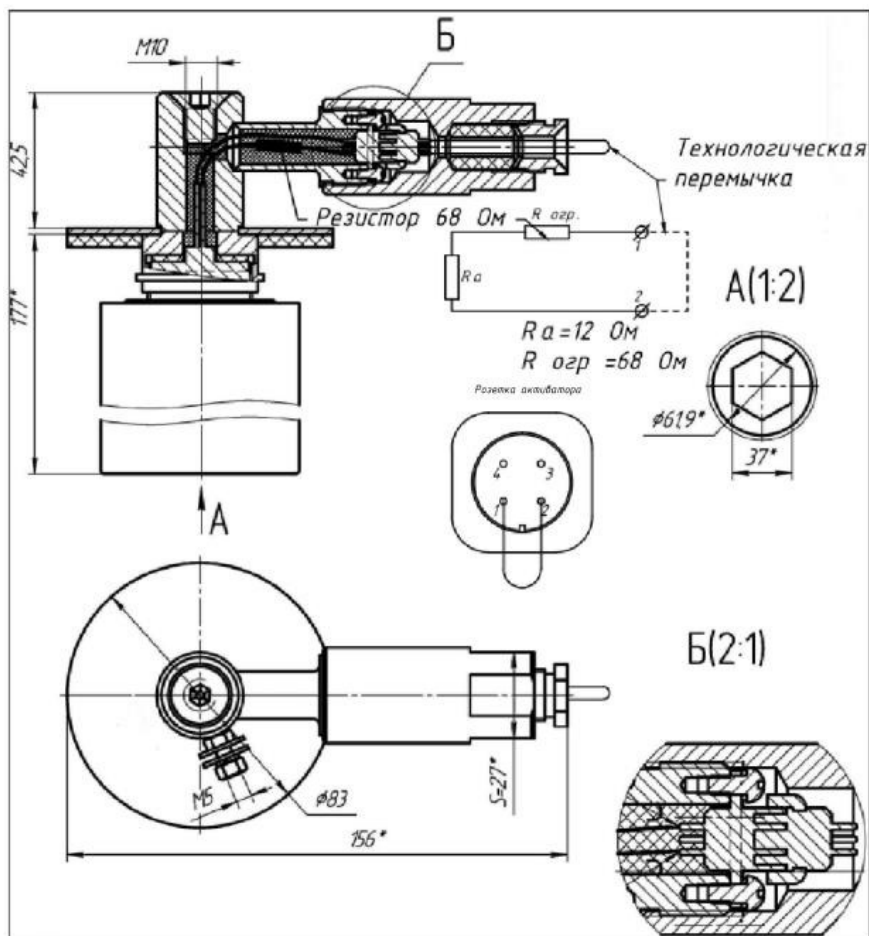

Рис. 2. Чертеж средств взрывозащиты МУПТВ «ТРВ-Гарант»-14,5-ГЗ-ВД во взрывозащищенном исполнении.
4.5 Взрывозащищенность модуля (рис. 2) пожаротушения тонкораспыленной водой МУПТВ достигается применением видов взрывозащиты «взрывонепроницаемая оболочка», по ГОСТ 30852.1-2002, «искробезопасная электрическая цепь» по ГОСТ 30852.1-2002, специальный вид взрывозащиты по ГОСТ 22782.3-77 и соблюдением особых условий безопасной эксплуатации, а также выполнением общих технических требований к взрывозащищенному электрооборудованию по ГОСТ 30852.0-2002.